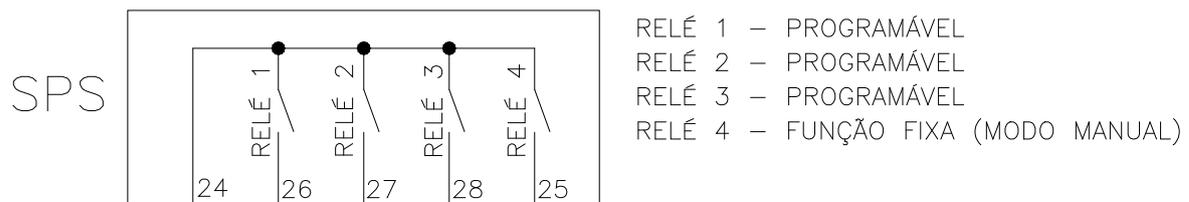

Figura 17 - Contatos de sinalização do SPS com transformador trifásico
No caso de paralelismo de transformadores trifásicos, é utilizado um SPS para cada transformador, com a distribuição de contatos de sinalização mostrada na Figura 17. Um dos contatos possui função de sinalização fixa (modo de comando em Manual), operando como normalmente aberto (NA). Os demais têm função programável.